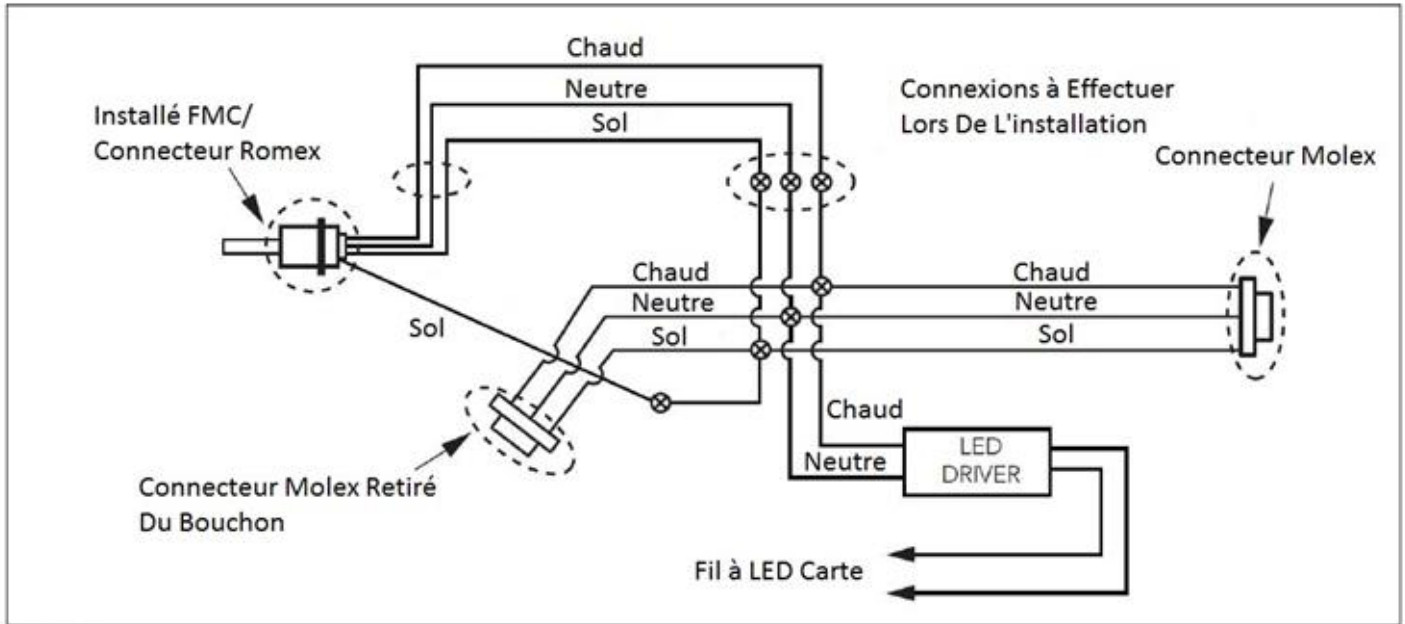

Figure 5
7. Brancher le câblage d'alimentation de la manière illustrée dans la figure 5. Brancher l'alimentation CA sur les trois spirales de raccord se trouvant entre les deux connecteurs Molex, comme montré dans le schéma. Vérifier que les capuchons de connexions sont bien en place et qu'aucun bout de fil ne demeure exposé.